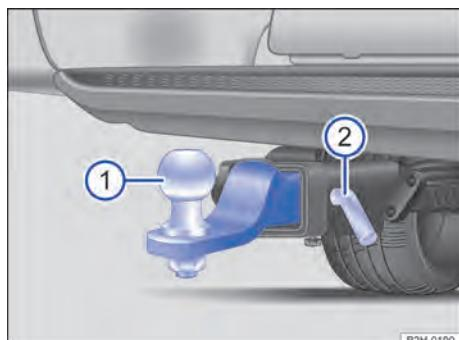

Fig. 131 Sob o para-choque traseiro: montar a rótula de engate.
- Empurrar a rótula de engate → Fig. 131 ① até o batente no alojamento.
- Empurrar o pino de travamento → Fig. 131 ② no alojamento e travar com o pino de bloqueio → .
- Puxar o pino de travamento → Fig. 131 ② do alojamento → .
- Puxar a rótula → Fig. 131 ① de engate do alojamento.